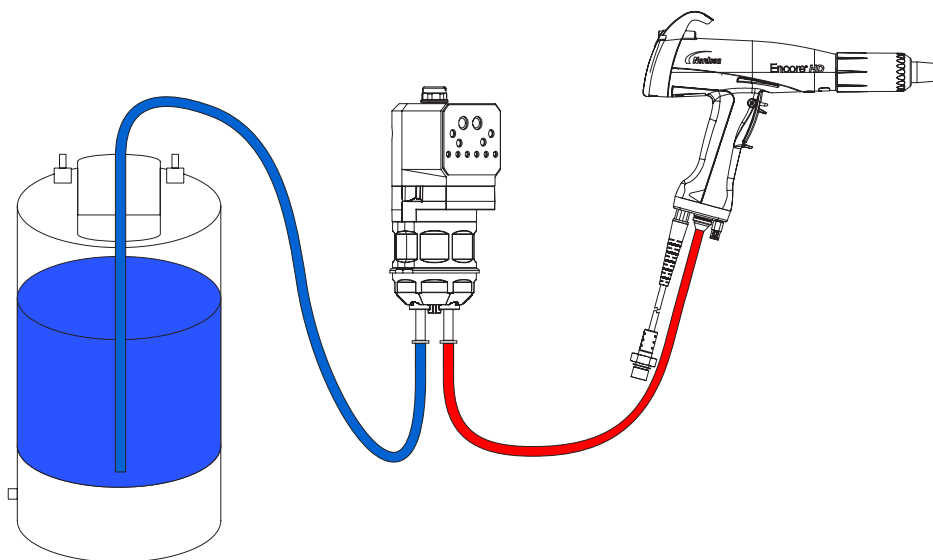

Figure 13 Branchements de la tuyauterie
1. Raccorder le tuyau d'aspiration comme illustré dans la Figure 13.